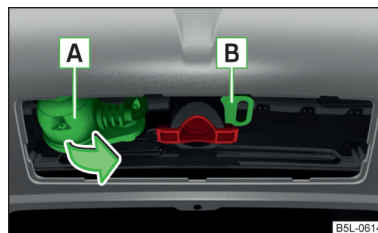

Fig. 152
- Rabatați priza cu 13 pini **A** în sensul săgeții » fig. 152.
- Introduceți conectorul cablului remorcii/ accesoriilor în priza cu 13 poli **A** » fig. 152. (în cazul în care remorca/accesoriile dispun de o fișă cu 7 pini, puteți folosi un adaptor corespunzător, din gama de accesorii originale ŠKODA).